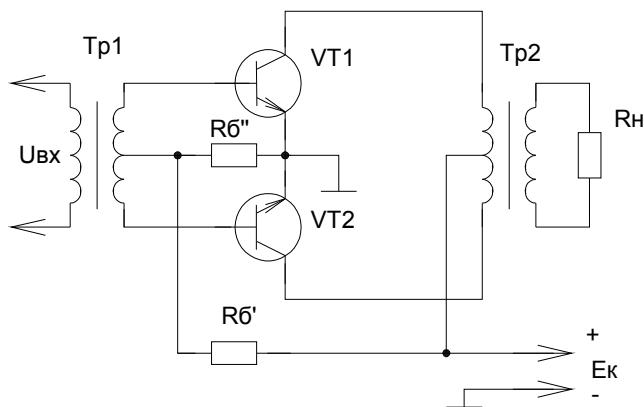

Рис. 251
2) Двухтактный выходной трансформаторный каскад. Во входной цепи включён трансформатор $Tp1$ со средней точкой во вторичной обмотке. Это позволяет получить на базах транзисторов $VT1$ и $VT2$ два одинаковых по амплитуде и противоположных по фазе напряжения (смотрите рисунок 251).